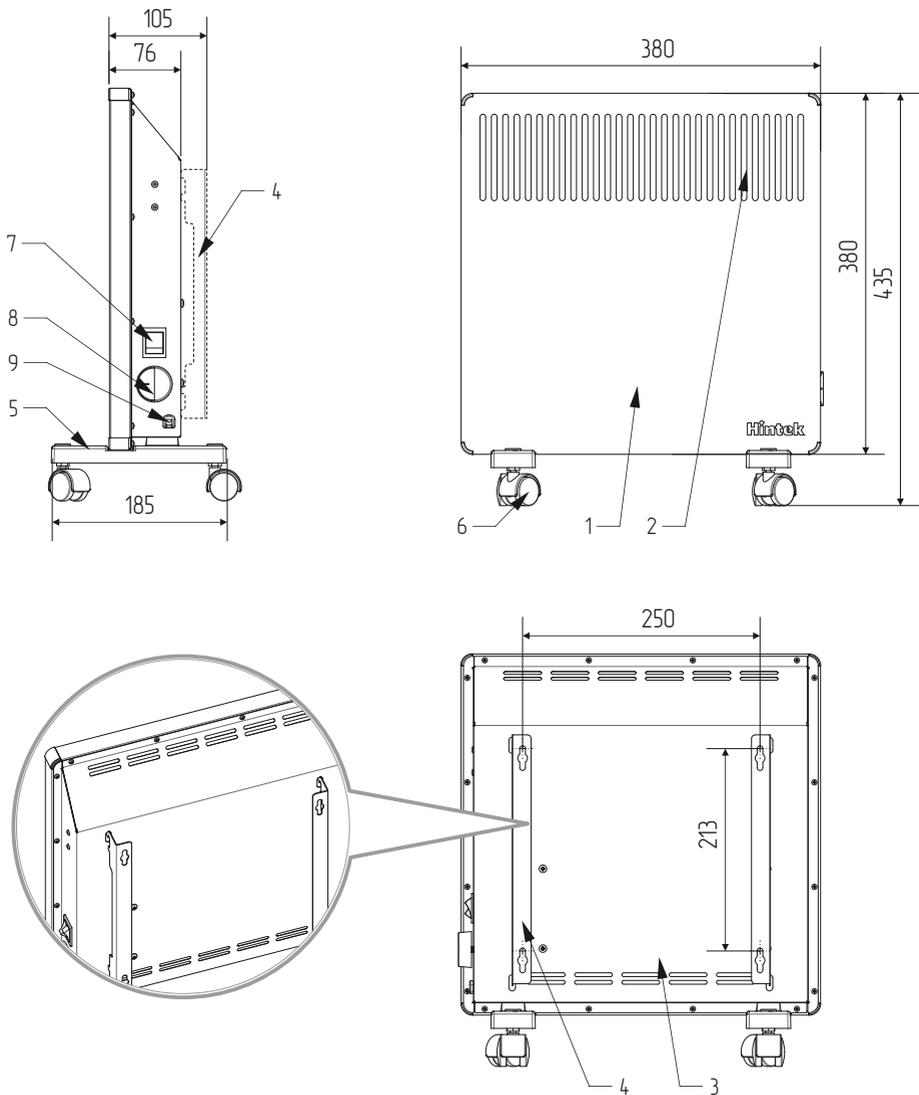

Рисунок 3.
6.3. Для настенного монтажа конвектора следует с помощью уровня и рулетки (линейки) разметить на стене отверстия. Межцентровое расстояние посадочных отверстий указано на чертеже (см. рис. 3, 4).
ОБРАТИТЕ ВНИМАНИЕ на правильное расположение кронштейнов (см. рис. 3, 6).